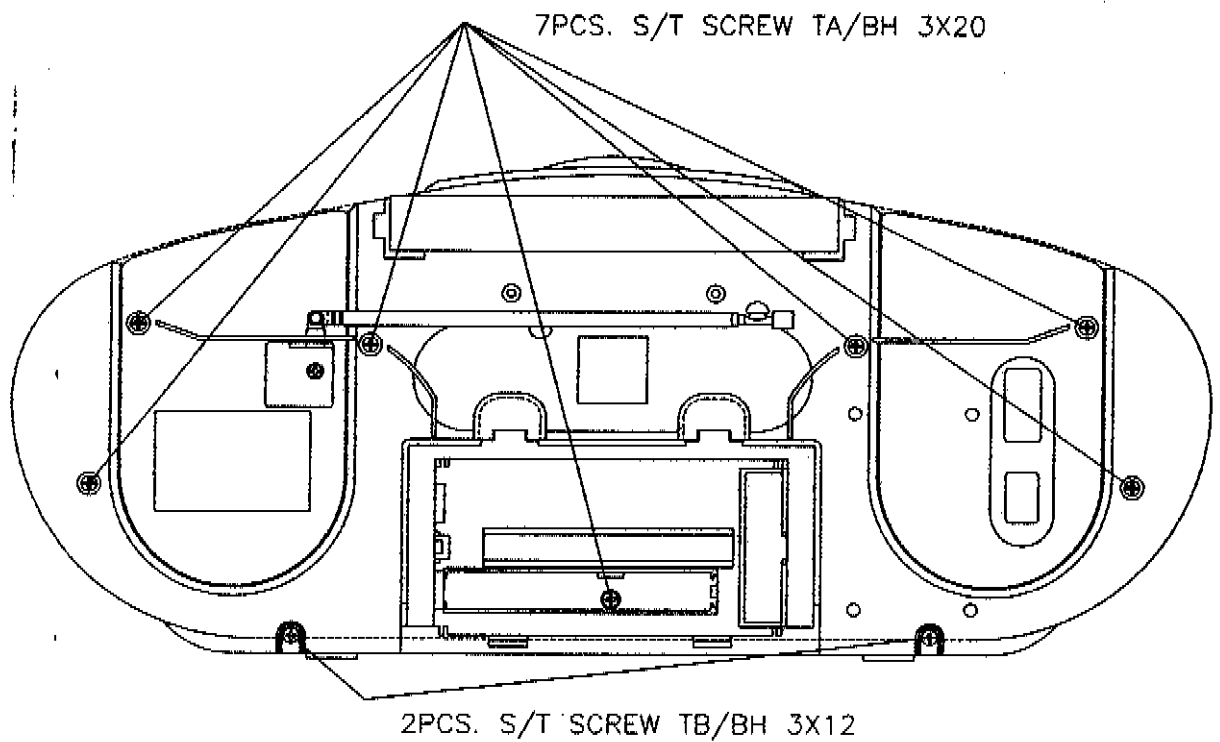

FIG.1
- 2) REMOVE THE 9 SCREWS AS SHOWN IN FIG.1.